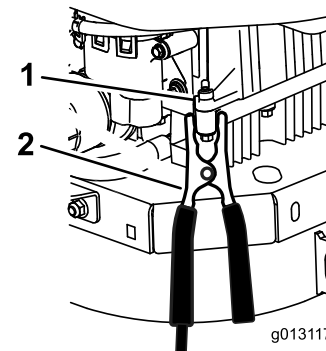

Figura 65
6. Haga la conexión final al bloque motor de la máquina que no arranca (no al borne negativo de la batería) en un punto alejado de la batería, y apártese (Figura 65).